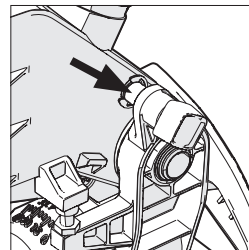

Abb. 16
- Vergewissern Sie sich, dass sich der Schneidkopf in der gesperrten Position befindet. Dabei muss der Verriegelungsbolzen vollständig in seiner Halterung eingerastet sein. **(vgl. Abb. 16)**
- Vergewissern Sie sich, dass sich der Schneidkopf in der gesperrten Position befindet. Dabei muss der Verriegelungsbolzen vollständig in seiner Halterung eingerastet sein. (**Abb. 16**)
- Ziehen Sie den Rastbolzen (Abb. 16) heraus und lassen Sie den Schneidkopf in seine aufrechte Position fahren.